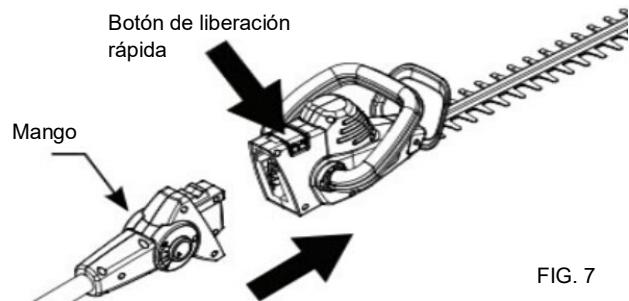

FIG. 7
2. Introduzca el tubo telescopico en el cabezal de corte del cortasetos de tubo. (Fig. 7) Presione el botón de liberación rápida hasta la posición de asegurado.